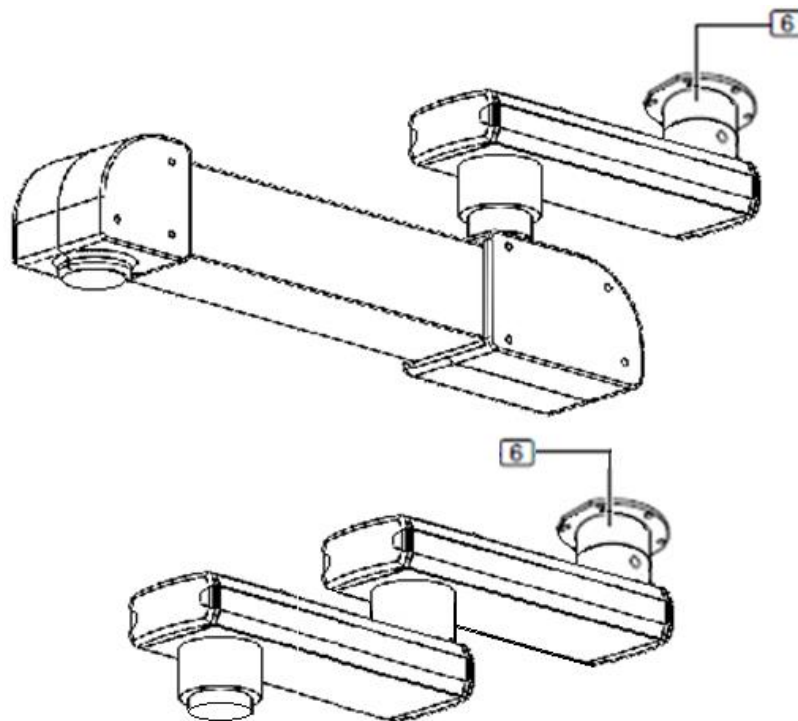

Fig. 13 S-COLUMN et S-COLUMN double bras MOTEUR
- Réglez la distance entre les écrous hexagonaux M16 (2) et la plaque d'interface (1) à 150 mm.
- Visser les écrous hexagonaux M16 (2) sur les boulons filetés M16 (1) à la distance calculée L.
- À l'aide d'un niveau à bulle numérique, alignez les écrous hexagonaux M16 de (2) à l'horizontale.
- Montez 1 rondelle plate d'un diamètre extérieur de 34 mm (3).
- Placez 1 disque isolant en plastique (4) (comme indiqué dans la figure 13) de manière à ce que la rondelle plate d'un diamètre extérieur de 34 mm (3) repose sur le disque isolant en plastique (4).